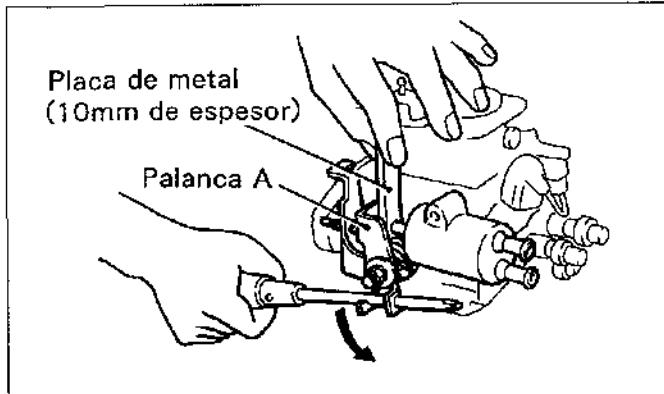

Figura.15-42
- (1) Empleando un destornillador, gire las palancas hacia la izquierda y ponga una placa de metal de aprox. 10mm de espesor entre la palanca A y el pistón de cera térmica. (Vea la figura.15-42)